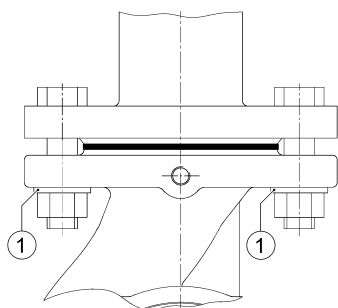

Fig. 12: Montering med kombiflange
- Mellem skrue-/møtrikhovedet og kombiflangeren skal de vedlagte skiver anvendes (fig. 12, pos. 1).